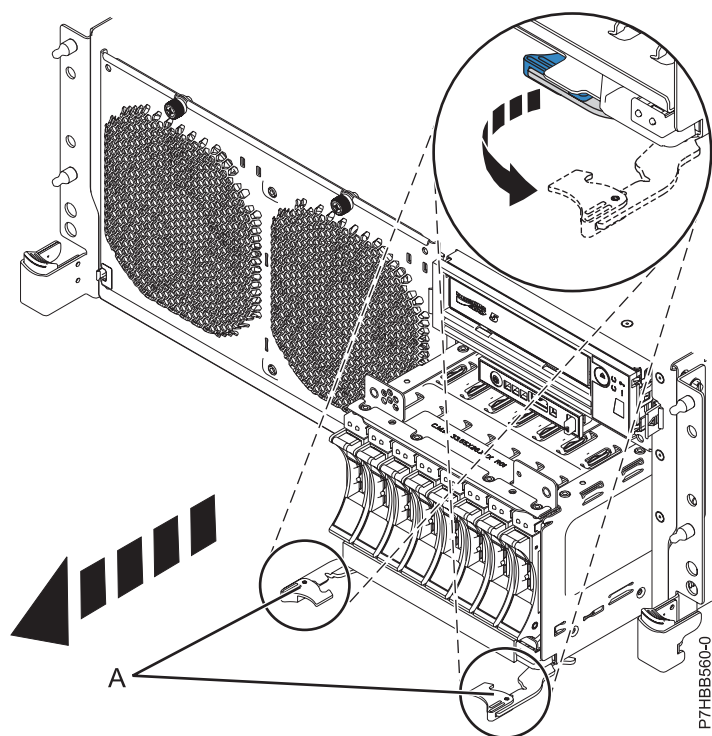
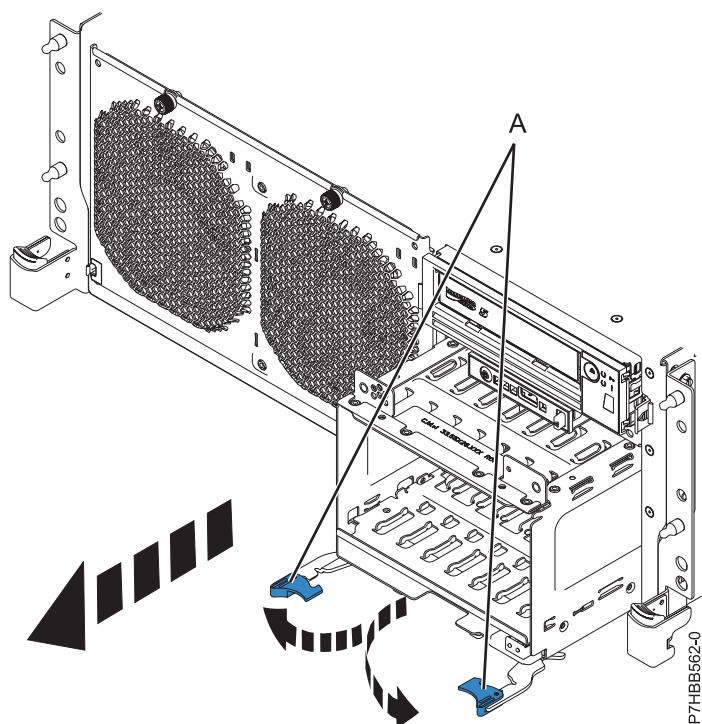

Figura 24. Extraer la placa posterior con unidades de disco
Figura 25. Extraer la placa posterior sin unidades de disco
15. Desbloquee la placa posterior de la unidad de disco tirando de las asas (A) para abrirlas desde el centro de la placa posterior como se muestra en la Figura 24 en la página 47 y en la Figura 25 en la página 47.